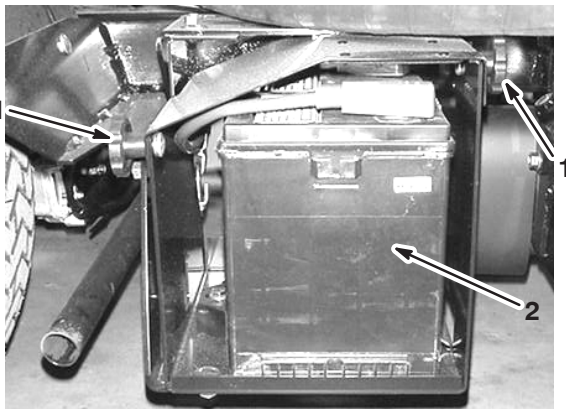

Bild 61
2. Lockern Sie die Handräder an beiden Seiten des Batteriekastens und nehmen Sie die Batterieabdeckung ab (Bild 61).
3. Nehmen Sie die Batteriehalterung und die -befestigungen ab (Bild 61).
3. Setzen Sie die Batteriehalterung ein und befestigen Sie sie mit den vorher abgenommenen Befestigungen (Bild 61).
4. Montieren Sie die Batterieabdeckung und befestigen Sie sie mit den zwei Handrädern (Bild 61).
1. Lockern Sie die Handräder an beiden Seite des Batteriekastens und nehmen Sie die Batterieabdeckung ab (Bild 61).